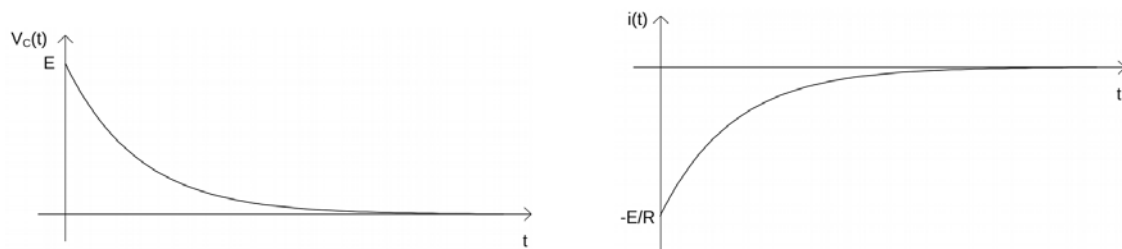

Figura 5 – Curvas de descargas do capacitor.
O comportamento destas duas grandezas elétricas no tempo pode ser observado na Figura 5. Em  $t = 0s$ , substituindo nas equações (4) e (5) se obtém  $v_c(0) = E$  e  $i(0) = -I_{\max} = -E/R$ . Após aproximadamente cinco constantes de tempo ( $5\tau$ ),  $v_c(5\tau) = 0$  e  $i(5\tau) = 0$ .